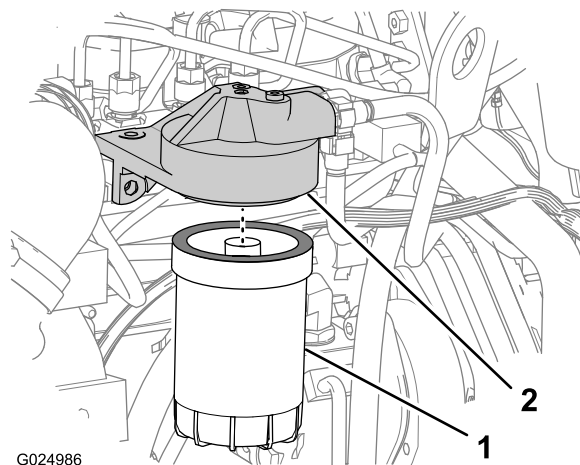

Figure 80
9. Desserrez et déposez le filtre secondaire (Figure 80).
1. Essuyez les plans de joint des adaptateurs du préfiltre et de l'élément secondaire du filtre à carburant (Figure 79 et Figure 80).
6. Montez l'élément secondaire sur l'adaptateur et serrez le filtre jusqu'à ce que le joint touche la surface de la tête du filtre (Figure 80).